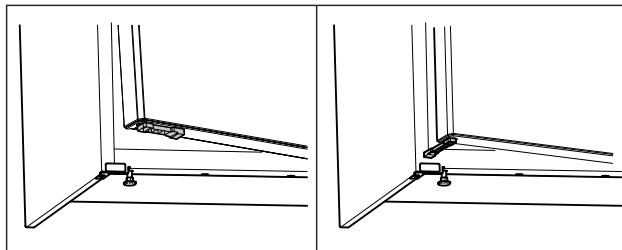

Fig. 56 \*
- Завъртете ограничителя за отваряне на вратата на 90°. (виж Fig. 56) \*